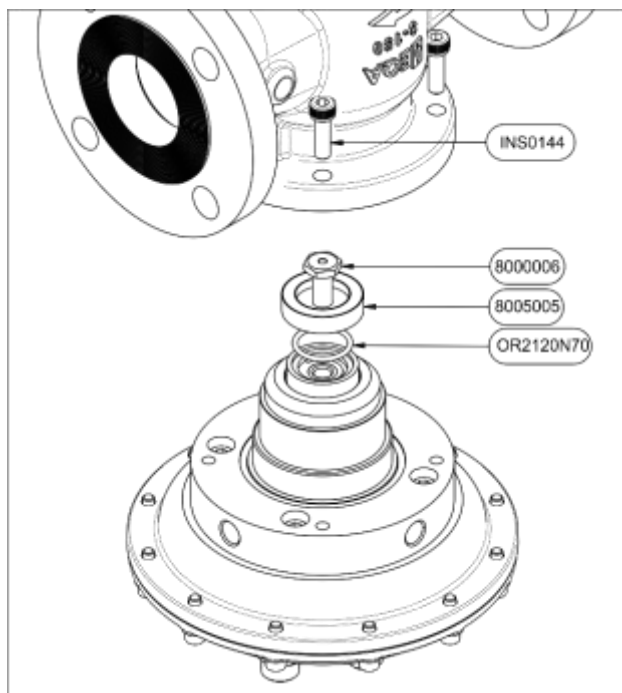

fig. 13
2. Retire los 4 Tornillos INS0144 que unen el actuador al cuerpo y retire el soporte piloto y el actuador del regulador. (ver fig. 13)